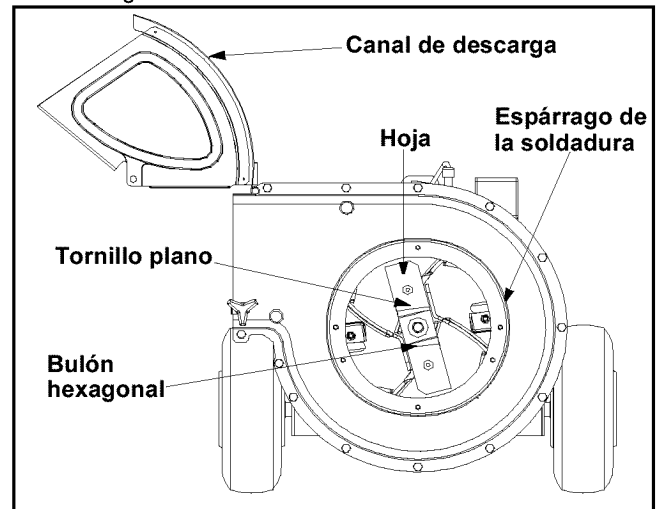

Figura 10
- Saque los dos tornillos exteriores de la hoja usando una llave allen de 3/16" y una llave de 1/2". Ver Figura 10.